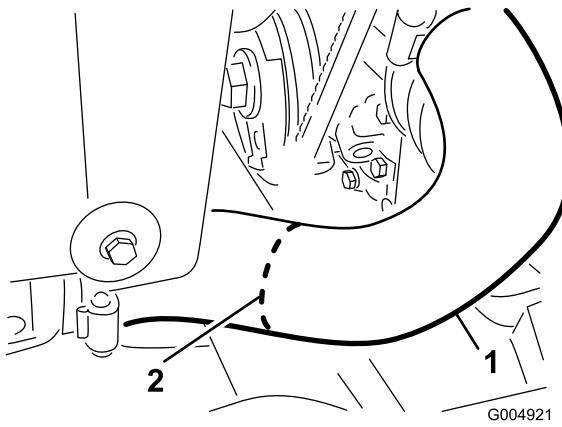

Рисунок 11
9. Обрежьте нижний шланг радиатора наполовину по белой линии, как показано на Рисунок 11.